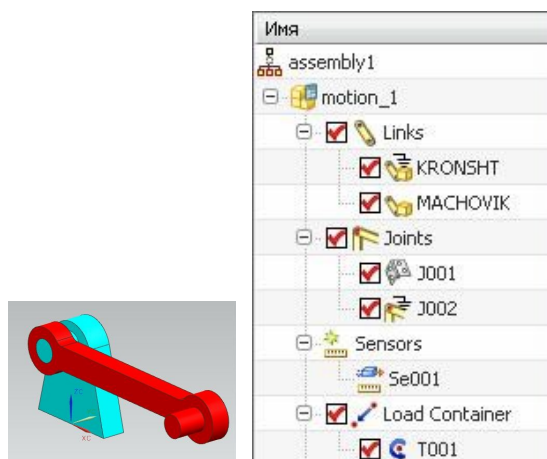
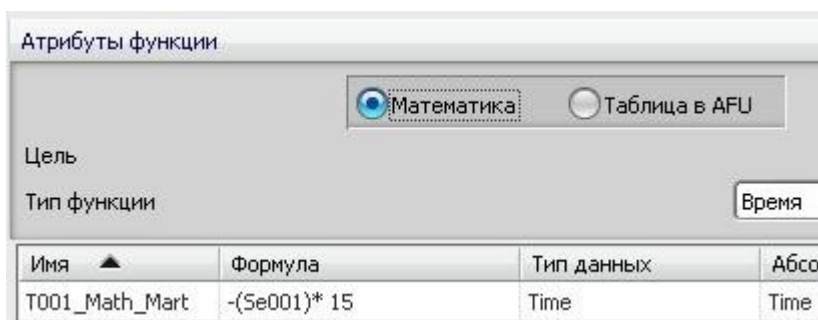

рис.127
рис.129
- Рассмотрим пример (рис.127, 128). Необходимые модели деталей возьмите в директории **Prim\_Moment\_Funk**. Нет ничего нового в этом примере: красный маховик раскачивается под действием собственного веса. Но сейчас мы постараемся демпфировать эти колебания как можно скорее. Для этого введем в наш вращательный шарнир *скалярный момент*, величина которого будет определяться очень простой функцией **T001\_Math\_Mart** (рис.129).